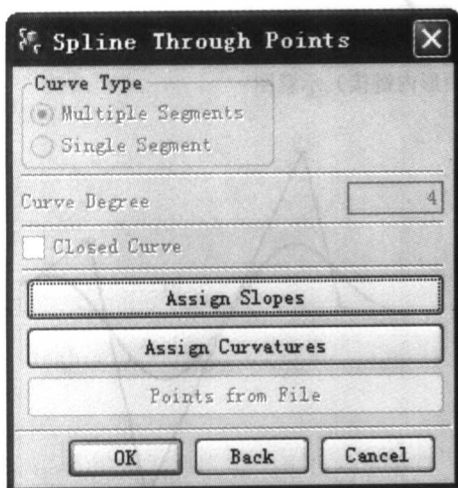

图 1-9 全部链接操作第三步
- 在选取完终止点以后,系统会弹出如图 1-9 所示的对话框,在这里只需单击 OK 按钮即可完成操作(其中的 Assign Slopes (设置斜率)和 Assign Curvatures (设